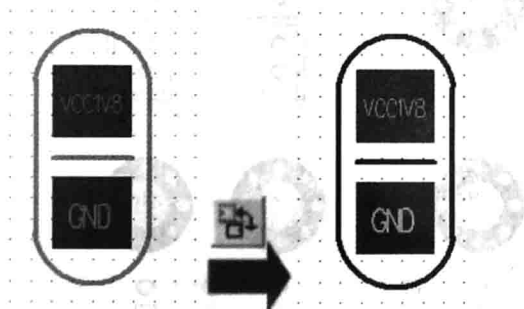

图 5-56 元器件翻面
- 元器件翻面。单击翻面模式图标，选中元器件后即可进行翻面操作。也可以先选中元器件后，单击图标或按下【Ctrl+F】快捷键进行翻面，如图 5-56 所示。